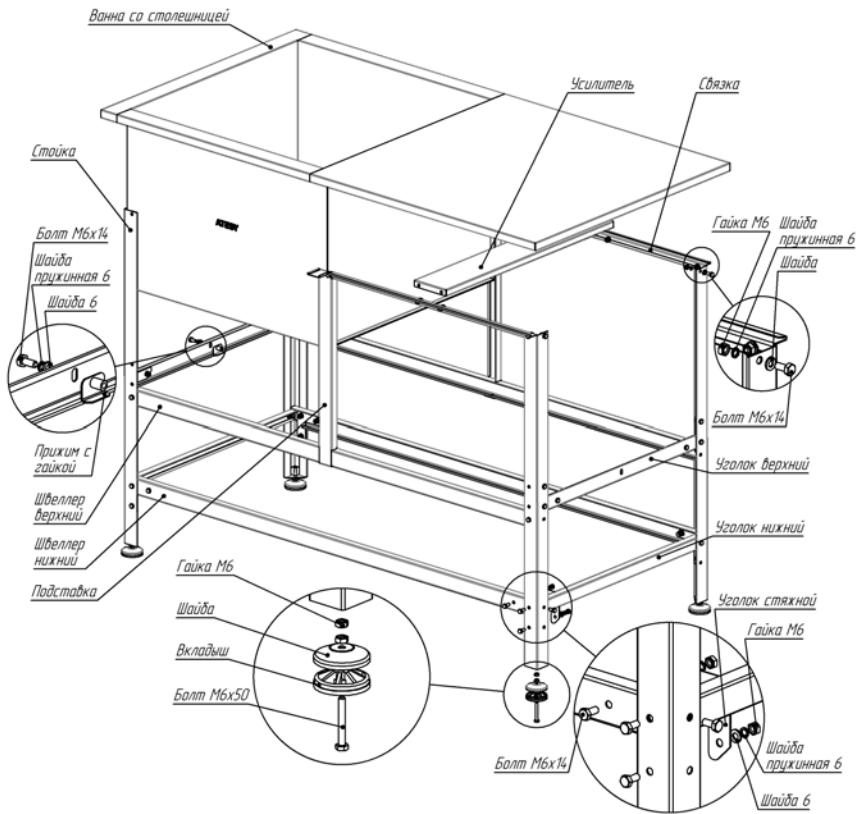

Рис. 1 Схема сборки BCMS.
- 2.3. Собрать каркас ванны соединив между собой стойки, уголок верхний, уголок нижний, швеллер верхний, швеллер нижний, подставку, уголок и усилитель при помощи уголков стяжных, болтов M6x14, гаек M6, шайб, шайб пружинных без затяжки как показано на рис. 1.